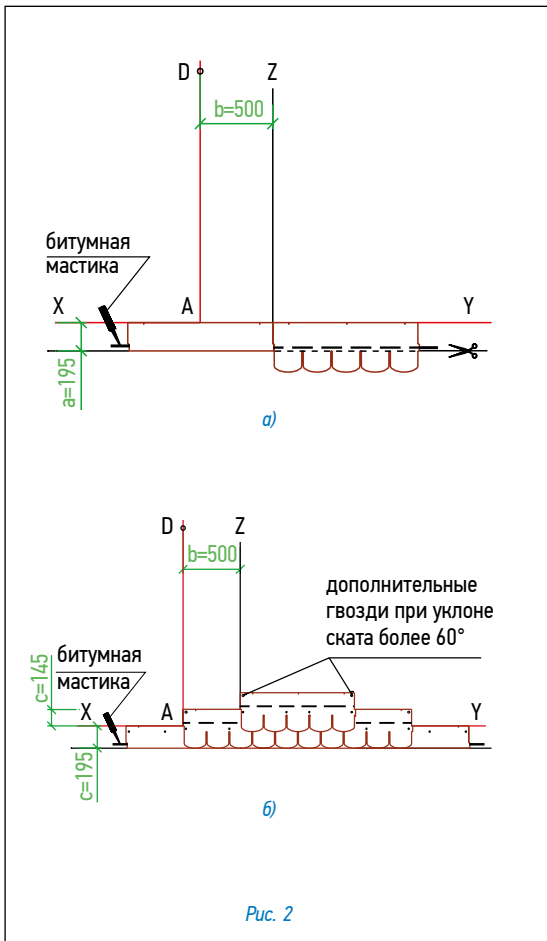

Рис. 2
Укладка материала (рис. 2)
- Начальный ряд формируется из листов черепицы, обрезанных по линии, образованной конечными точками вырезов. Полученные полосы шириной 19,5 см укладываются по линии карниза в обе стороны от линии Z (рис. 2а) и фиксируются по нижнему краю битумной мастикой, а по верхней кромке 4 гвоздями (ось гвоздей на 5 см ниже верхнего края полосы);
- далее первый ряд черепицы укладывается от линии AD (рис. 2б);
- второй ряд укладывается от линии Z (со смещением 50 см от AD) (рис. 2б);